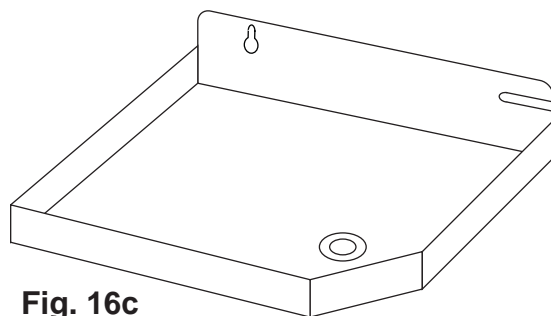
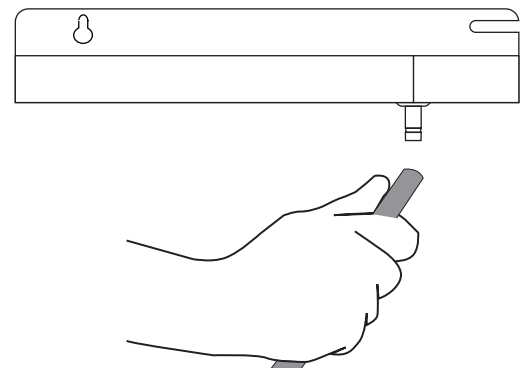

Fig. 16c
Fig. 16d
16.3 Prenez le tube de 5/16" dia. que vous avez déroulé précédemment et enfitez une extrémité sur le connecteur situé en dessous du plateau. Voir Fig. 16c et Fig.16d.